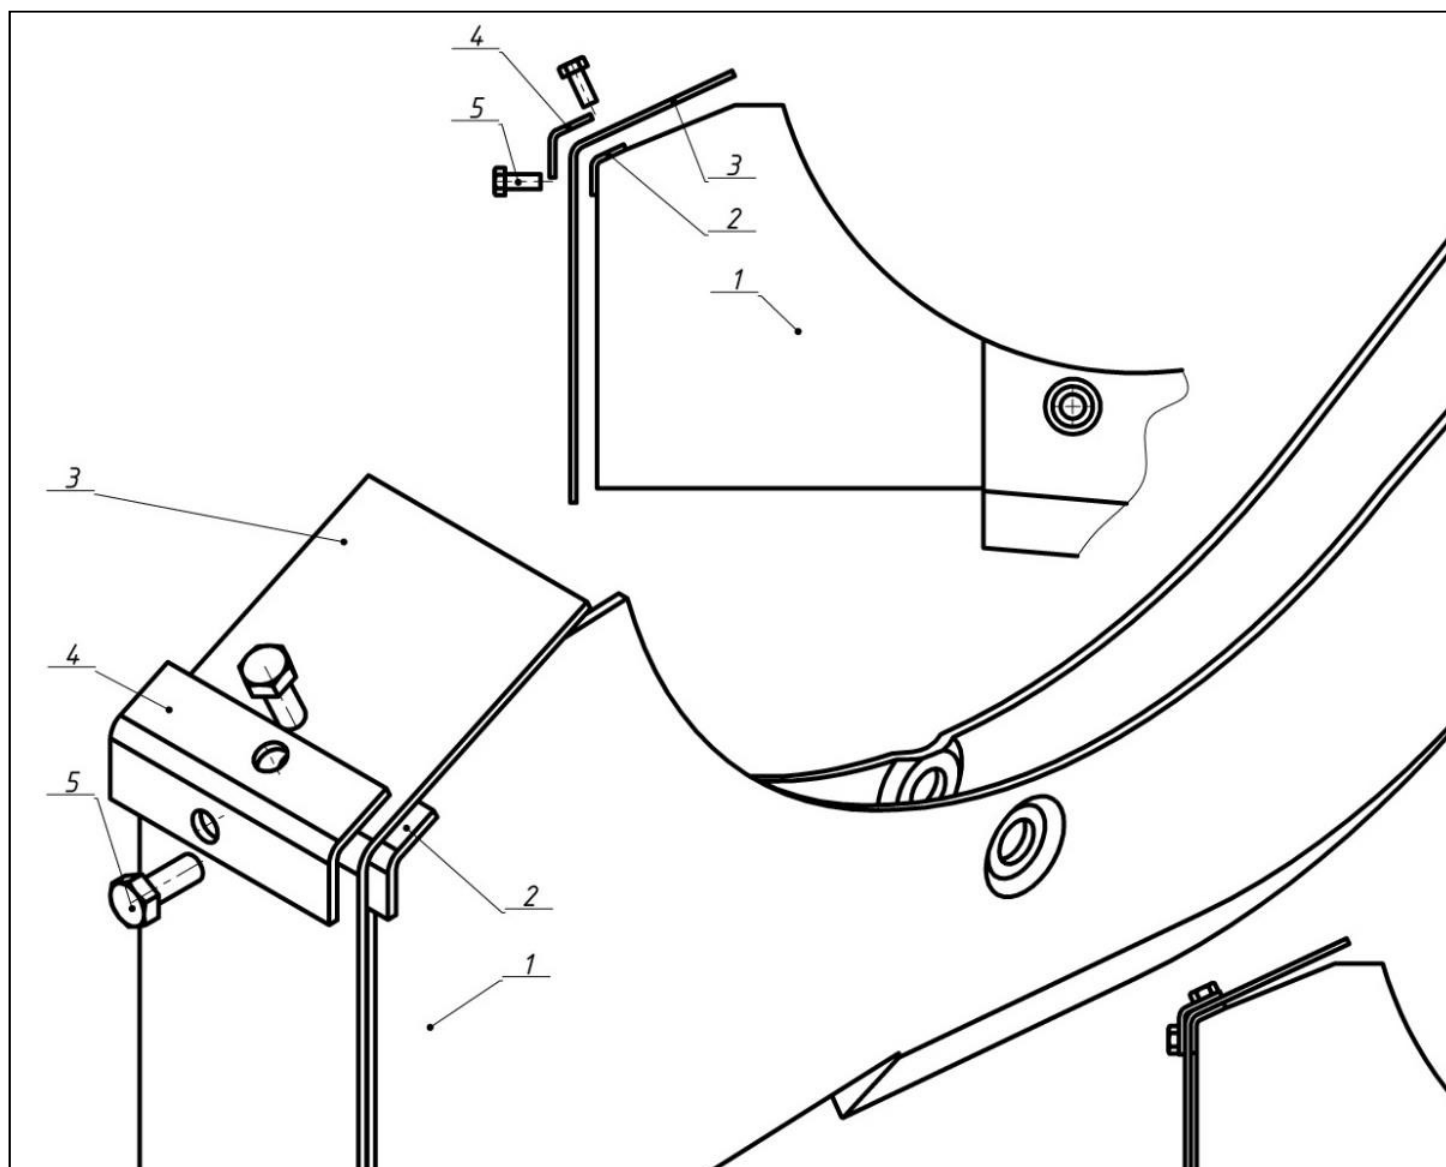

рис.5
- установить защиту поз.3 (идет в комплекте), прижать её прижимной планкой поз.4 (идет в комплекте) и зажать двумя болтами М5 поз.5 (рис. 5)